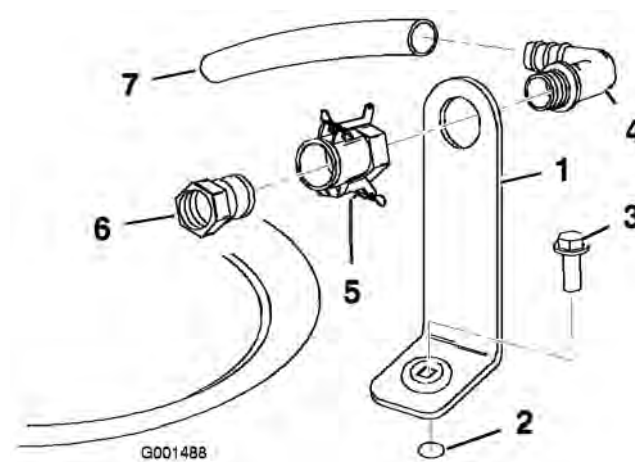

Figura 3
1. Coloque o suporte do reservatório de enchimento sobre o orifício roscado no depósito e fixe-o com um parafuso de cabeça flangeada (5/16 x 3/4 pol.) (Figura 3).
2. Coloque a parte roscada do encaixe em cotovelo de 90 graus no suporte e aparafuse o acoplador rápido, fixando-o ao suporte (Figura 3).
3. Instale o adaptador da tubagem no acoplador rápido (Figura 3).
4. Bloqueie o adaptador na posição correcta, girando as alavancas em direcção ao adaptador, e depois fixe-as com os pernos de gancho (Figura 3).
5. Coloque o tubo anti-sifão na extremidade dentada do encaixe em cotovelo de 90 graus (Figura 3).